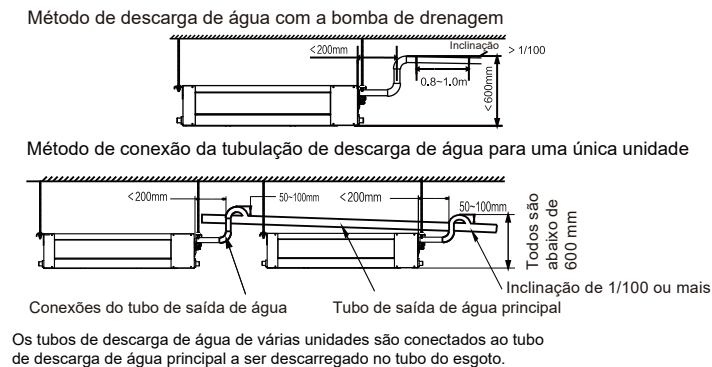
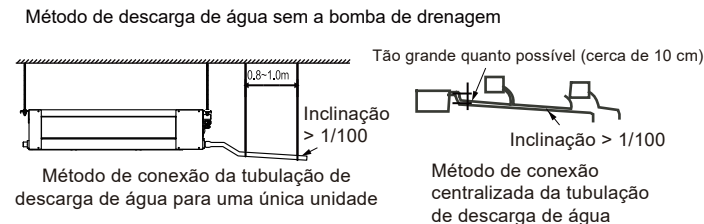

Figura 17
Figura 18
7. Instale os tubos de descarga de água conforme mostrado na Figura 17 ou na Figura 18. A saída da tubulação de descarga de água não deve ser maior que a altura de descarga de água, garantindo uma inclinação descendente de mais de 1/100.